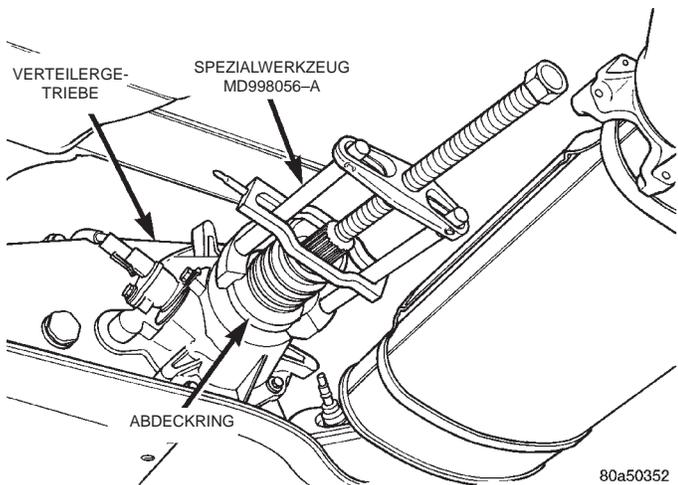

Abb. 8 Hinteren Abdeckring ausbauen
(2) Mit einem geeigneten Werkzeug die Schelle aufweiten, die den Faltenbalg der Abtriebswelle auf dem Abdeckring hält.
(3) Dann den Faltenbalg vom Abdeckring und der Welle streifen.
(4) Den hinteren Abdeckring mit Abziehwerkzeug MD-998056-A ausbauen (Abb. 8).